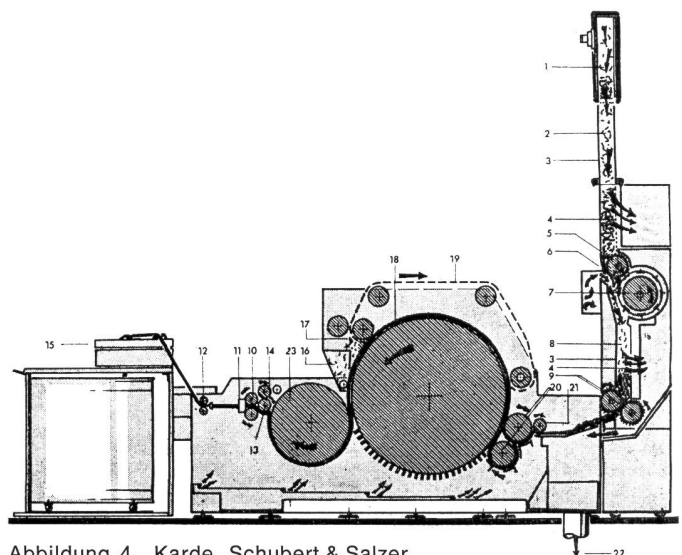

Abbildung 4 Karde, Schubert &amp; Salzer
**Karde** — Es dürfte ein Trend zu zwei Vorreissern festzustellen sein. Kardiersegmente scheinen sich vor allem im Bereich der Chemiefaserverarbeitung mehr und mehr durchzusetzen. Eine Attraktion an den Karden war zweifelsohne die neue Karde von Schubert & Salzer, Ingolstadt (Abbildung 4, aus Melliand Textilberichte, 1975, 590—594). Sie unterscheidet sich in einigen wesentlichen Punkten von den bekannten Konstruktionen. Die wichtigsten sind: